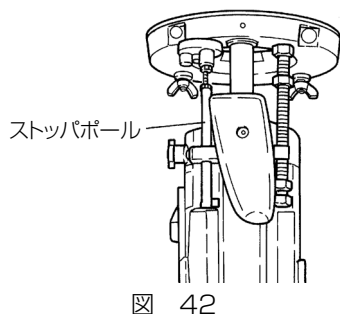

図 42
- ① スクリューの反対側(裏側)にあるストップポールを一番下にして固定しておきます。(図 42)
- ② スクリューのナットをゆるめます。